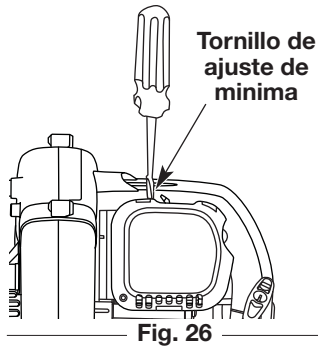

Fig. 26
La velocidad mínima del motor puede ser ajustada. Puede tener acceso al tornillo de ajuste de mínima a través de un orificio en la parte superior de la cubierta del motor (Fig. 26).
2. Suelte el gatillo del regulador y deje que el motor funcione en mínima. Si el motor se para, inserte un destornillador Phillips pequeño en el orificio de la cubierta del motor (Fig. 26). Gire el tornillo de mínima hacia adentro, en sentido horario, de a 1/8 de vuelta por vez (según sea necesario) hasta que el motor funcione en mínima suavemente.